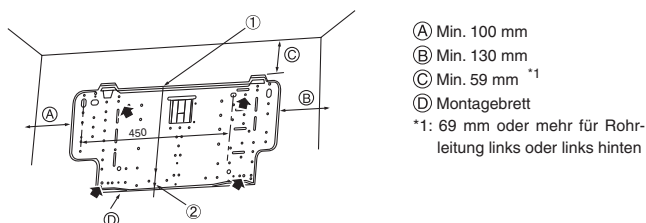

Fig. 3-3
- Die Wandbefestigung muss, wenn möglich, an beiden Enden und in der Mitte gesichert sein. Niemals an einer einzigen Stelle oder in asymmetrischer Form befestigen. (Wenn möglich, die Befestigung an allen durch einen fett gedruckten Pfeil markierten Stellen sichern.) (Fig. 3-3)